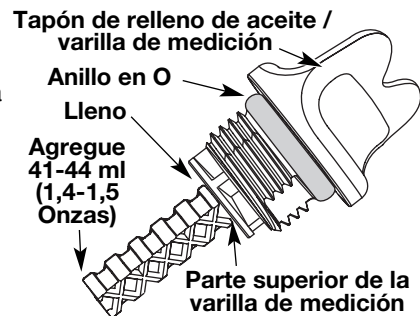

Fig. 28
5. Retire el tapón de relleno de aceite / varilla de medición e inspeccione el nivel del aceite. El aceite debe llegar hasta la parte superior de la varilla de medición (Fig. 28).